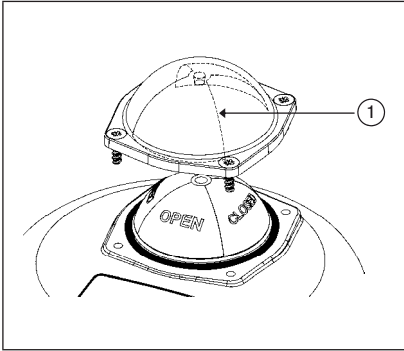

Figure 9 : Démontage du hublot plastique
- Retirez le hublot de plastique de l'indicateur de position 1, y compris la bague d'étanchéité, en desserrant les quatre vis de fixation (voir « Figure 9 »).